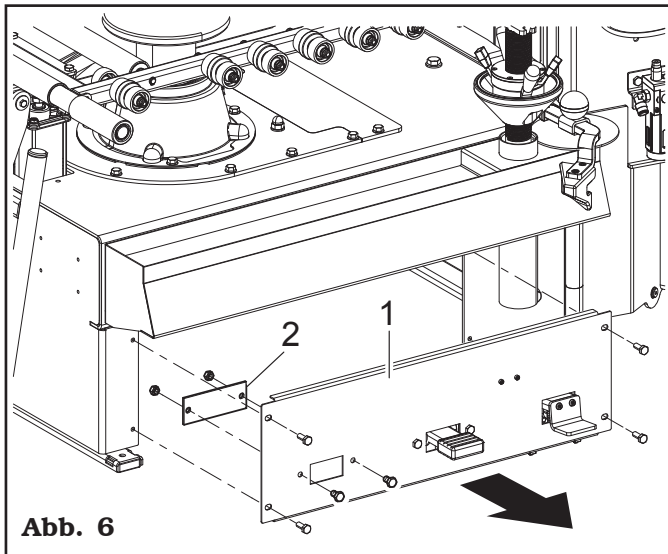

Abb. 6
6. Entfernen Sie die Pedalabdeckung auf der rechten Seite der Maschine (Abb. 6 Pkt. 1). Lösen Sie die entsprechenden Befestigungsschrauben. Die Platte (Abb. 6 Pkt. 2) für die Verschluss von die Ösen von den Durchgangspedal beseitigen.
9. Bringen Sie die Pedalabdeckung wieder an (**Abb. 6 Pkt. 1**) und schließen Sie die pneumatische Stromversorgung wieder an.